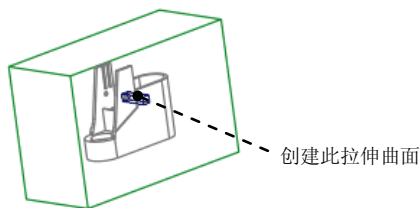

图 19.6 创建拉伸曲面
Step3. 通过拉伸的方法创建图 19.6 所示的曲面。
(1) 单击 **编辑模具体积块** 操控板 **形状** 区域中的 **拉伸** 按钮，此时系统弹出“拉伸”操控板。
(2) 选择 **视图** 功能选项卡 **模型显示** 区域中的“显示样式”按钮 ，按下 **消隐** 按钮，将模型的显示状态切换到实线线框显示方式。